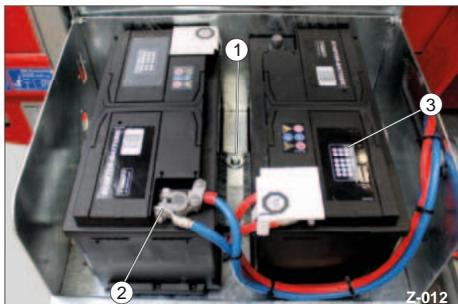

Fig. 12 Rimozione delle batterie
- ÿ Allentare i morsetti di collegamento (Fig. 12/2).
- ÿ Allentare i collegamenti a vite delle staffe (Fig. 12/1).
- ÿ Annotare la data di installazione delle nuove batterie sull'etichetta (Fig. 12/3).